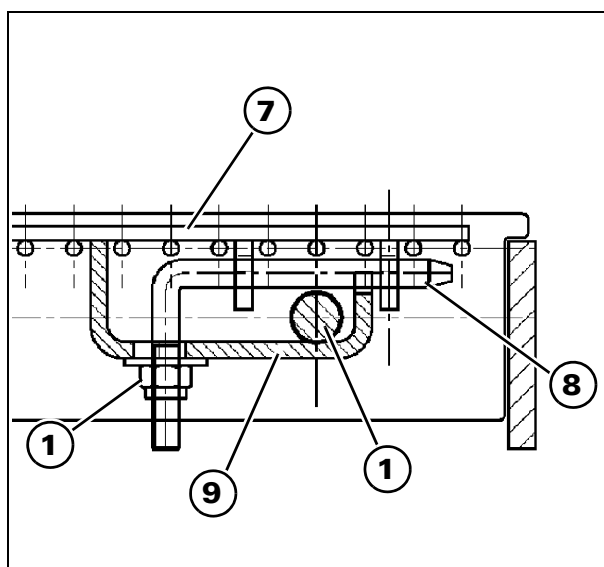

Рис. 35
- 1.) Убедитесь, что фиксаторы легко входят в отверстия заполняющей вставки (7).
- 3.) Вставьте ребра вставки между прутками подбарабалья (см. Рис. 35).
- 4.) Вставьте фиксаторы (8) (свободные концы должны находиться в вертикальном положении).
- 5.) Установите стопорные элементы (9).
- 6.) Полностью затяните гайки (10).
- 7.) Повторите процедуру крепления вставок (7) для всех прутков подбарабалья (11).